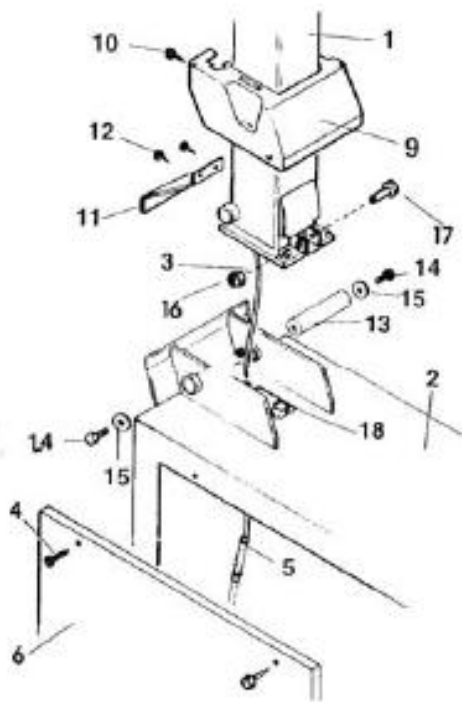

Рис.3
- 1) Вместе с ассистентом установите стойку (1, рис.3) на корпус (2, рис.3). Проденьте шланг подачи воздуха (3, рис.3) через круглое отверстие в корпусе.
- 2) Вставьте втулку (13, рис.3) через стойку, как показано на рис.3 и закрепите ее с помощью винтов (14, рис.3) и шайб (15, рис.3).
- 3) Используя винт (17, рис.3) скрепите самоконтрящуюся гайку (16, рис.3), чтобы соединить втулку (18, рис.3) наклонного цилиндра.
- 4) Выньте 4 винта (4, рис.3) с левой стороны корпуса (6, рис.3). Подсоедините шланг подачи воздуха (3, рис.3) от стойки к 6-мм соединителю (5, рис.3).
- 5) Замените боковую поверхность (6, рис.3) и закрепите с помощью винтов (4, рис.3).
- 6) Установите пластиковый кожух и закрепите его с помощью двух винтов с головкой (10, рис.3).
- 7) закрепите кожух из металлической пластины (11, рис.3) на заднюю часть вертикальной стойки (1, рис.3) с помощью двух винтов с головкой (12, рис.3)